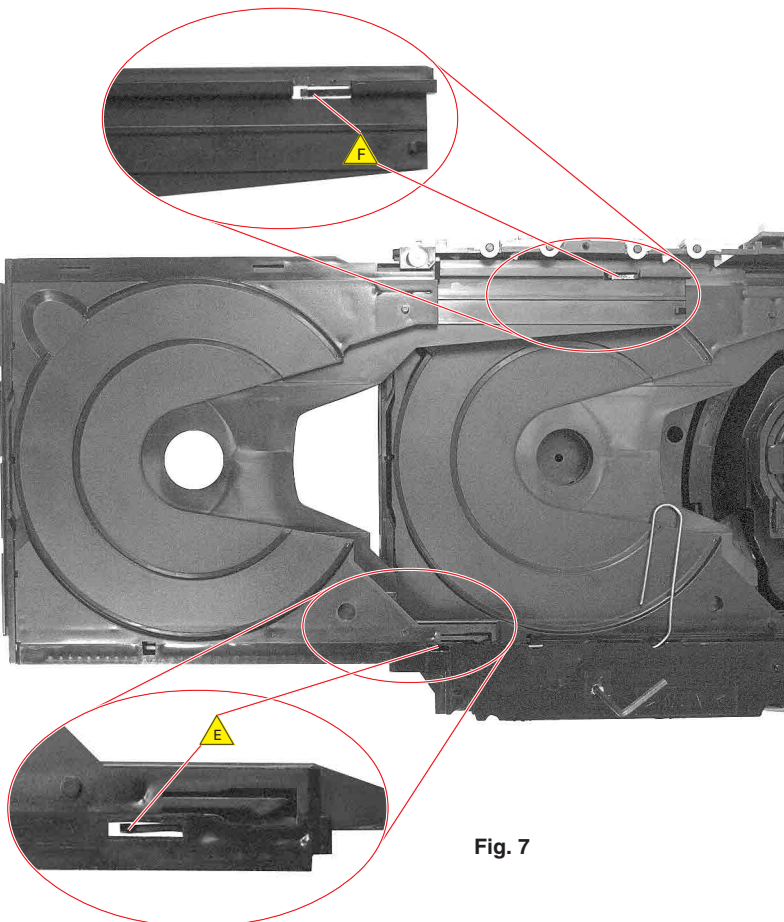

Fig. 7
- Rastnase  $\triangle E$  (Fig. 7/9) mit Hilfe einer aufgebogenen großen Büroklammer ausrasten.
- Rastnase  $\triangle F$  (Fig. 7/8) mit Hilfe eines Schraubendrehers ausrasten.
- Disengage notch  $\triangle E$  (Fig. 7/9) using an open bended paper clip.
- Disengage notch  $\triangle F$  (Fig. 7/8) using a screw driver.